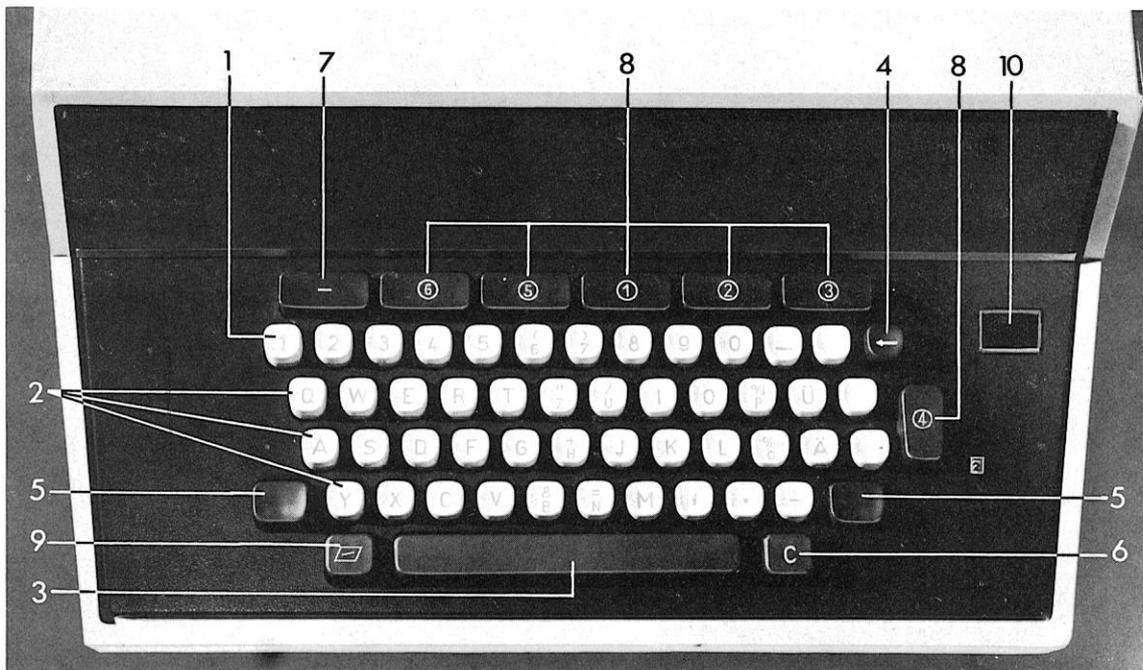

Abb. 5
2.3 Bedienertastatur Abb. 5
- Leuchtet die grüne Signallampe (10) Abb. 5 im Tastenfeld der Bedienertastatur, so ist die Maschine betriebsbereit.